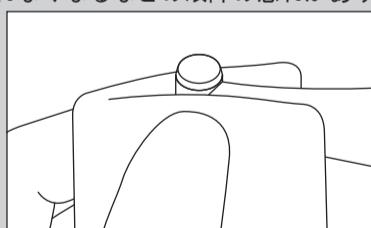
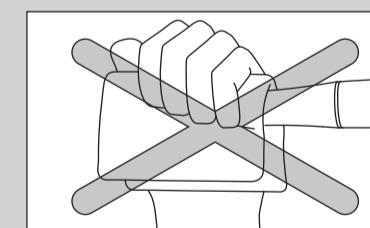

図7
図8
- ハンドピース内の余分なオイルを排出するために空運転する場合は、バーを取り外したまま15秒ほど空運転してください。その際、オイル飛散を防ぐため、ヘッドに布等をあてがう場合は、図7のようにあてがい、プッシュボタンを押さないように注意してください(図8)。バーが取り付けられなくなるなどの故障の恐れがあります。